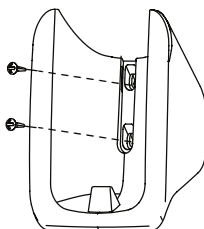

Abb. 2.3
- 1) Befestigen Sie die Ablage in einer stabilen Position mit den beigelegten Schrauben (siehe Abb. 2.3).